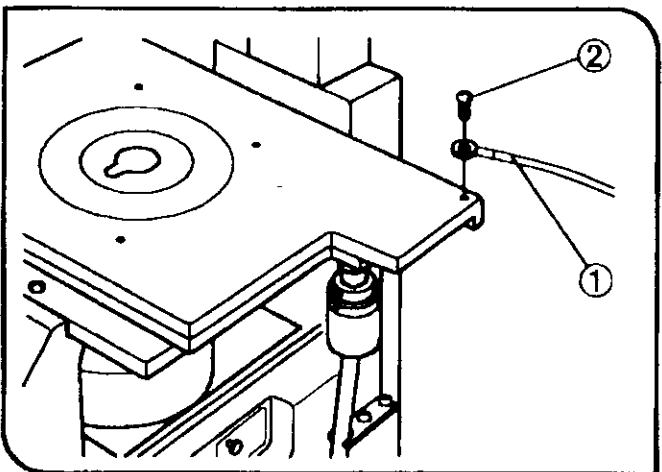

图 18
- ③ IX MVR 载物台行程范围是 130 毫米 (X 轴) × 85 毫米 (Y 轴); CK40 MVR 载物台行程范围是 120 毫米 (X 轴) × 78 毫米 (Y 轴)。
## (3) 连接地线 (图 18)
准备好一条地线(1)和一个 M4 螺丝(2), 按图 18 所示装上市地线。